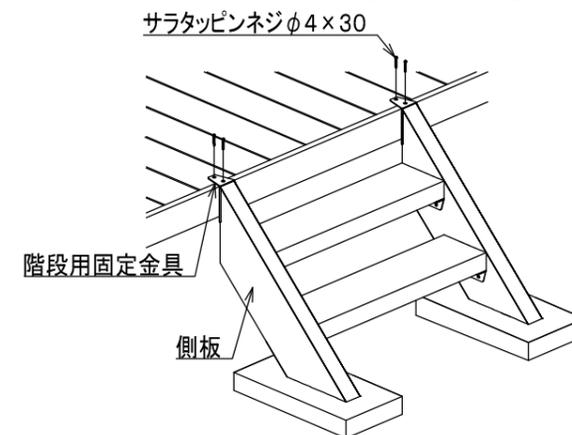

図6. デッキへの取付
- (2) 側板に取り付けられている階段用固定金具をサラタップピンネジφ4×30でデッキに取り付けてください(図6)。